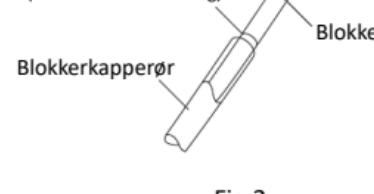

Fig.2
14. Når blokeringsspidsen skubbes ud af endotrakealrørlommen, skal man sørge for at tage fat i blokeringsskaftet nær blokkerkapperøret (området mellem indstillingsendemarkeringen og den første dybdemarkering, som vist i Fig. 2). Ellers kan det knække eller forårsage brud på blokeringsskaftet.